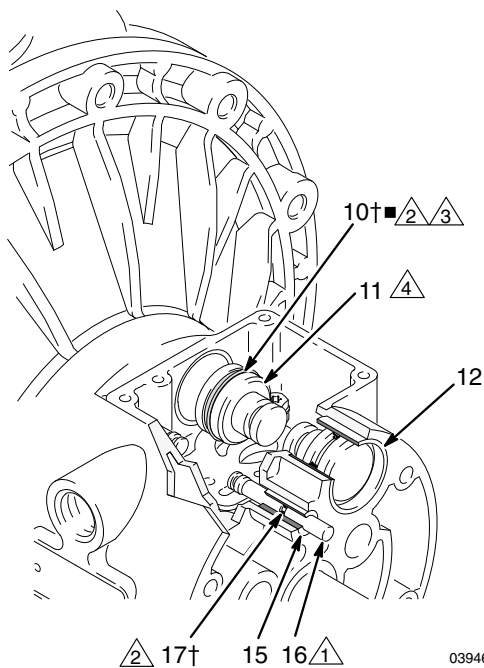

Рис. 8
4. Извлеките два приводных поршня (11) из подшипников (12). Извлеките из поршней П-образные уплотнения (10). Извлеките направляющие штифты (16) из подшипников (15). Извлеките из направляющих стержней уплотнительные кольца (17). См. раздел Рис. 8.
6. Осмотрите подшипники (12, 15), не снимая их. См. раздел Рис. 8. Подшипники имеют коническую форму. Если они повреждены, извлекать их следует снаружи. Для этого необходимо разобрать секцию подачи жидкости. См. стр. 22.
4. Установите уплотнительное кольцо круглого сечения (17†■) на каждый направляющий штифт (16). Нанесите консистентную смазку на стержни и уплотнительные кольца круглого сечения. Вставьте штифты в подшипники (15) узкими концами вперед. См. раздел Рис. 8.
5. Установите кольцевое уплотнение с u-образным сечением (10†■) на каждый поршень исполнительного механизма (11) так, чтобы кромки набивки были обращены к узким концам поршней. См. раздел Рис. 8.
6. Нанесите смазку на кольцевые уплотнения с u-образным сечением (10†■) и поршни исполнительного механизма (11). Вставьте поршни исполнительного механизма в шарикоподшипники (12) широкими концами вперед. Оставьте узкие концы поршней снаружи. См. раздел Рис. 8.